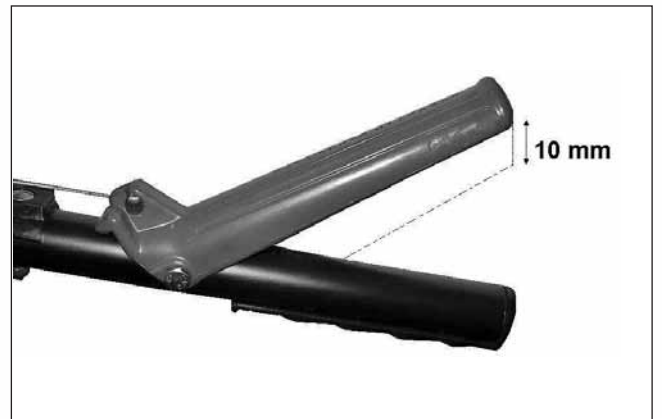

Fig. 6
- regule el embrague desenroscando el tornillo hasta cuando obtenga una buena separación. No anule completamente el juego: el cable no tiene que estar nunca demasiado tenso (fig. 6)